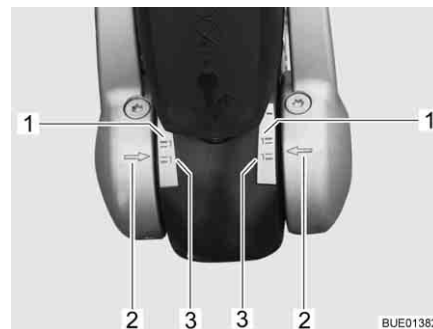

Fig. 226 Indicateur garnitures de friction gauche et droite
- Les garnitures de friction sont comme neuves quand les flèches sur le disque de pression (Fig. 226,2) se trouvent en-deçà ou sur le repère vert (Fig. 226,3).
- Les garnitures de friction sont légèrement usées quand les flèches du disque de pression se trouvent entre les repères (Fig. 226,1 et 3).
- Les garnitures de friction sont usées quand les flèches sur le disque de pression se trouvent sur ou au-delà du repère rouge (Fig. 226,1). Faire changer les garnitures de friction.